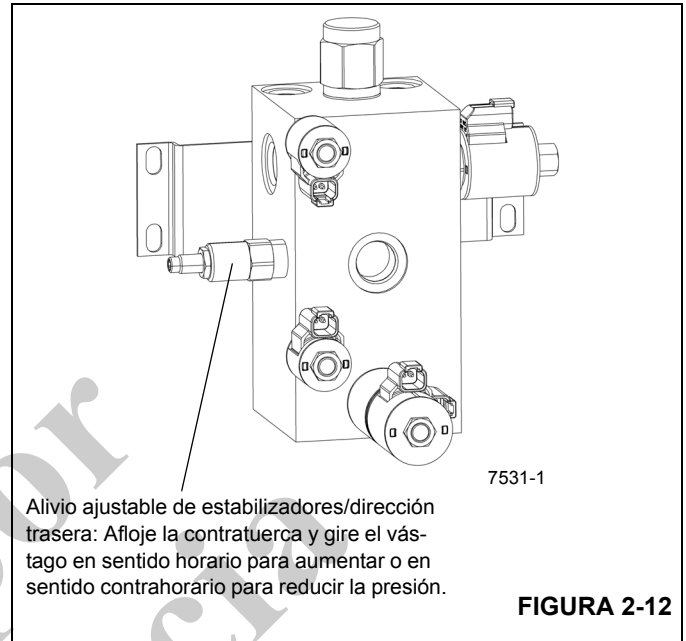

FIGURA 2-12
1. Instale el acoplador de desconexión rápida para diagnóstico con manómetro en la boquilla de prueba en la lumbrera de revisión de presión de la válvula de estabilizadores/dirección trasera Figura 2-12.